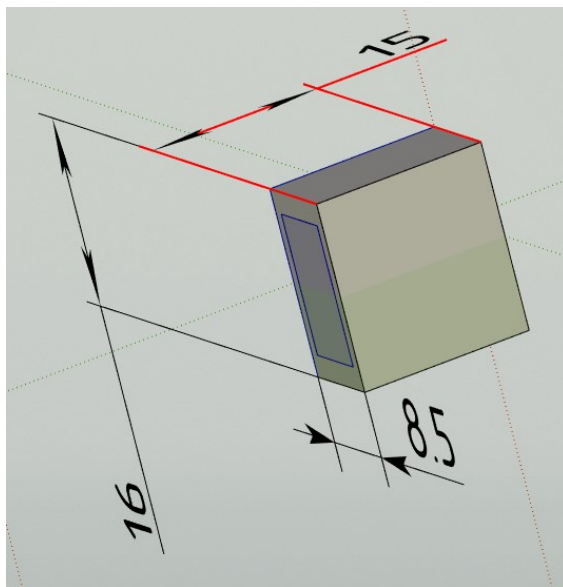

Рис. 65
10. В рабочем окне видим ранее созданный 3D-элемент и на его грани – только что созданный эскиз (рис. 65). Соответственно, в «дереве модели» для этого эскиза добавился пункт **Профиль\_2**.